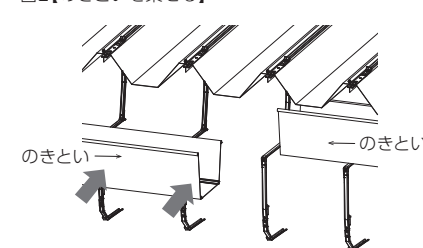

図3【金具の旋回固定】
- 5) 部品(ジョイント・伸縮カバー)取り付け後に、金具(手前側)を旋回させ固定します。図3参照)